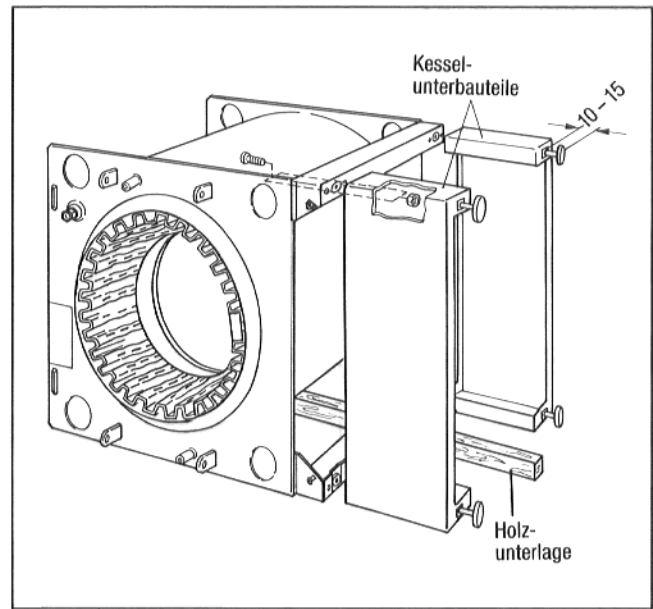

Abb. 4
- 2 Fußschrauben ca. 10 – 15 mm in jedes Unterbauteil eindrehen (Abb. 4).
- Kesselkörper auf die Seite legen, Vierkantholz als Unterlage benutzen (Abb. 4).
- Je ein Unterbauteil vorne und hinten mit jeweils 4 Sechskantschrauben und Muttern von unten an der Bodenschiene anschrauben (Abb. 4).